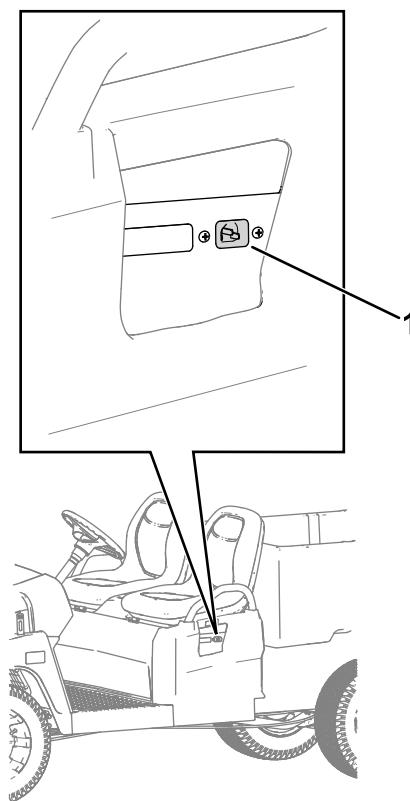

Figure 28
1. Branchez le cordon d'alimentation dans la prise du chargeur de la machine (Figure 28).